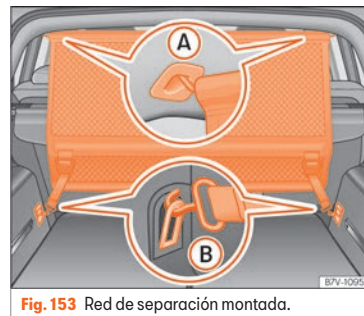

**Fig. 153** Red de separación montada.
• Enganche la red de separación en el alojamiento izquierdo del techo » fig. 153 ①.
- Enganche la red de separación en el alojamiento derecho del techo comprimiendo la varilla transversal »» fig. 153 (A).
- Enganche los dos ganchos de la red de separación en las argollas de amarre del maletero »» fig. 153 (B) y tense bien los cinturones de fijación.
- Desenganche los ganchos de la red de las argollas de amarre »» fig. 153 (B).
- Desenganche la red de separación del alojamiento derecho del techo »» fig. 153 (A) comprimiendo la varilla transversal.